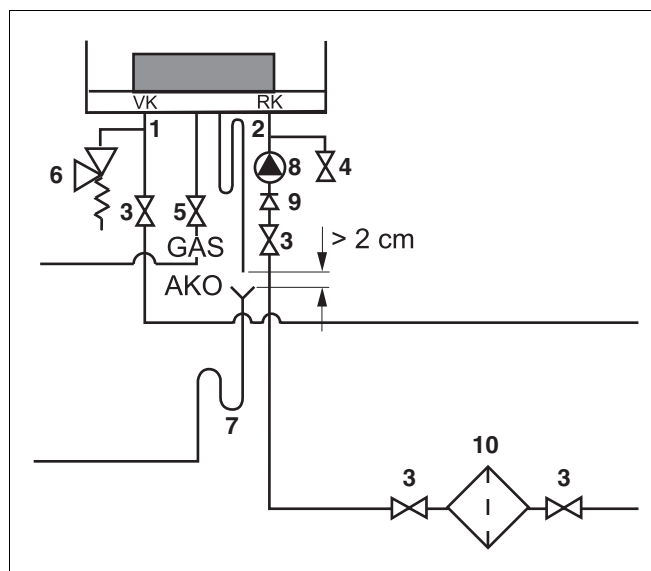

Fig. 15 Tilslutning af fremløb og retur
Vi anbefaler, at der monteres en snavssamler (fig. 15, pos. 10) i returledningen for at beskytte hele anlægget. Ved tilslutning af kedlen til et varmeanlæg, der har været længe i drift, er det vigtigt at montere snavssamleren.
- Montér fremløbsledningen med den indsatte gummipakning på tilslutningen VK (fremløb kedel), så den ikke sidder i spænd (fig. 15, pos. 1). Brug en fremløbsledning med minimal diameter på 1½".
- Montér returledningen med den indsatte gummipakning på tilslutningen RK (returledning kedel), så den ikke sidder i spænd (fig. 15, pos. 2). Brug en returledning med minimal diameter på 1½".
- Montér en vedligeholdelseshane i både frem- og returledningen for vedligeholdelse af kedlen (fig. 15, pos. 3). Brug vedligeholdelseshaner med minimal diameter på 1½".
- Slut en påfyldnings- og tømningshane (fig. 15, pos. 4) til i returledningen.